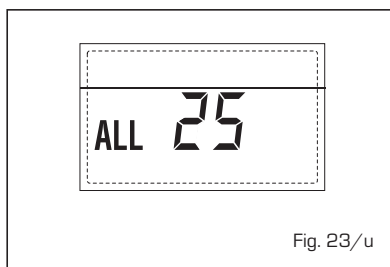

Fig. 23/u
- **S3 SOLAR PROBE BREAKDOWN ANOMALY "ALL 26"** (fig. 23/v)